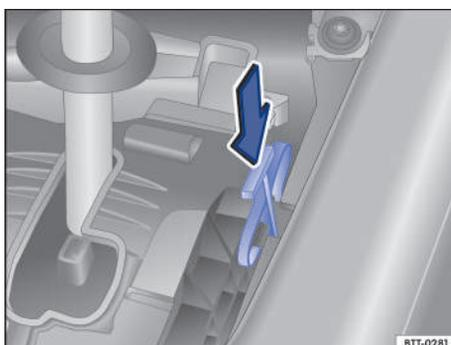

Fig. 97 Desbloqueo de emergencia de la palanca selectora.
1. Con la hoja plana del destornillador de las herramientas de a bordo, presione la palanca de desbloqueo con cuidado en el sentido de la flecha → **fig. 97** y manténgala en esta posición.